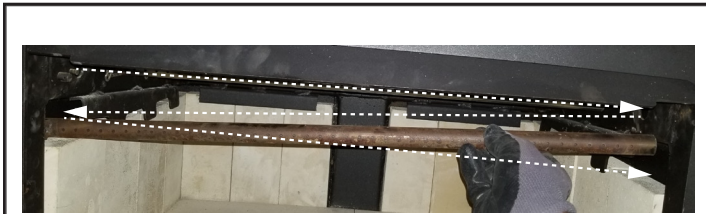

Figura 20 Extracción del tubo de aire delantero
2. Remueva el tubo de aire deslizándolo hacia el espacio a la derecha, luego deslice el tubo hacia la izquierda y parcialmente hacia adelante, y finalmente remueva el tubo deslizándolo hacia la derecha y fuera de la cámara de combustión. En general, este patrón de movimiento parece una letra Z. Consulte la Figura 20.